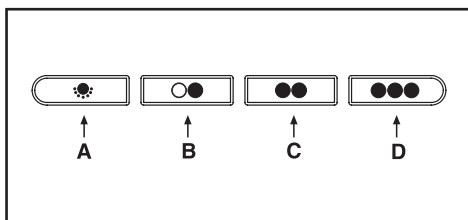

Fig.10
• Comandi meccanici (Fig.10) la simbologia è di seguito riportata: